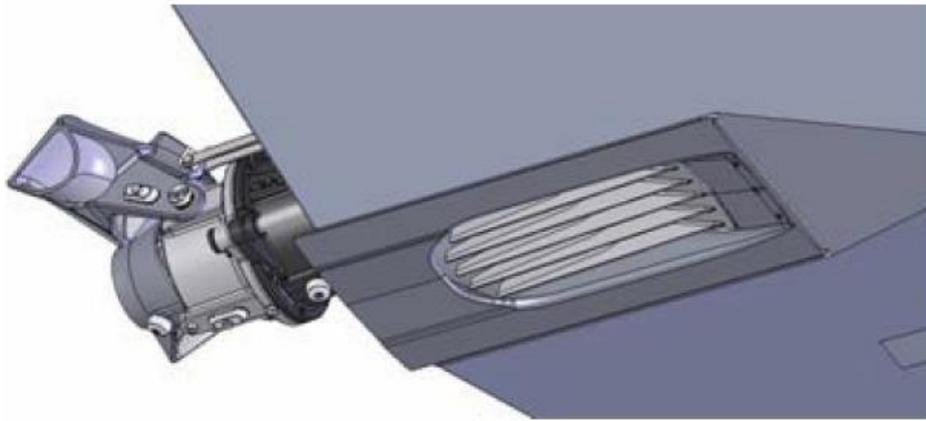

Figura 30. Controllo della griglia
2. Controllare la griglia (figura 30).